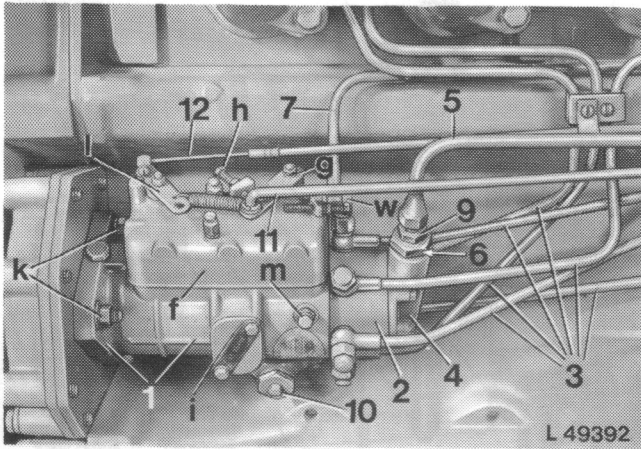

Fig. 2 — Pompe d'injection montée
La quantité de carburant nécessaire pour obtenir une puissance déterminée à un moment donné, par cylindre et par cycle de combustion, est mesurée par une soupape de dosage (tiroir). Celle-ci est mise en position à l'aide de la tringle d'accélération 11 (fig. 2) et du levier de régulation "g", suivant le régulateur placé dans le carter "f" de la pompe.
L'excédent de carburant revient par la soupape régulatrice de pression sur le côté aspiration de la pompe de transfert. Une très petite quantité de ce carburant sort en haut du carter du régulateur "f" (fig. 2) et revient avec les quelques bulles d'air qui se trouvent dans le carburant, au réservoir, par la conduite de purge et de retour 7.
Pour faciliter la mise en marche du moteur, et atteindre, à tous les régimes la meilleure combustion possible et le meilleur rendement possible, la pompe d'injection est munie d'un dispositif automatique, à fonctionnement hydraulique ("avance variable") pour le réglage du point d'injection (voir 10, fig. 2). Cette avance variable est réglée en usine.
Le dispositif permet le réglage du point d'injection, suivant le régime et la charge du moteur. On obtient cette avance en tournant l'anneau à cames dans la tête de pompe, en raison de la différence de pression entre le carburant venant de la pompe de transfert et allant aux pistons de pompe. La pression nécessaire pour faire tourner l'anneau à cames est fournie par un piston placé en bas du carter de pompe (voir 10, fig. 2) et rendu solidaire de l'anneau à cames par l'intermédiaire d'un axe. Un ressort hélicoïdal monté dans le dispositif agit dans le sens opposé au mouvement hydraulique du piston. A la mise en marche, l'anneau à cames est réglé sur le retard par l'action de ce ressort; quand le régime augmente, l'anneau à cames tourne hydrauliquement dans le sens "avance"; la valeur maximale de cette position est atteinte lorsque le moteur tourne à une vitesse déterminée, suivant le réglage de la vis. Lorsque le moteur est arrêté, le ressort repousse l'anneau à cames dans sa position de départ.
3. Retirer le couvercle "i" (fig. 2) de l'orifice de réglage de la pompe d'injection (le couvercle est plombé et rendu étanche par un joint).